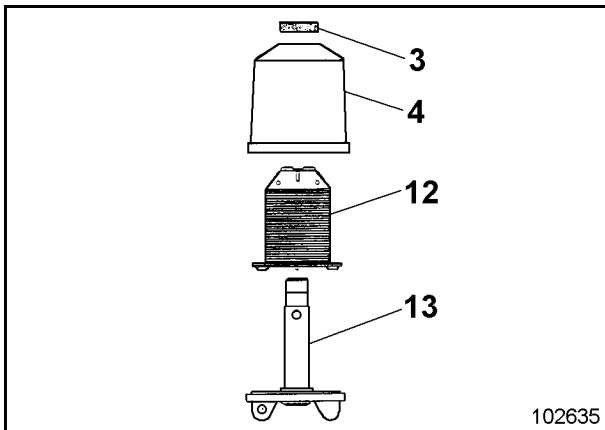

Fig. 3-25:
- Schlauchleitung (2) aufschrauben, der Stutzen wird geöffnet, das Öl bzw. Kühlflüssigkeit läuft ab.
- Scheibenpaket (12, Fig. 3-25:) vom Rotor (13) abziehen.
- Papiereinsatz in das Rotorgehäuse (4, Fig. 3-25:) legen.